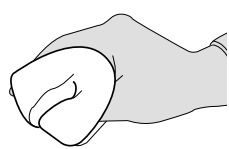

FIGURA 24: LIMPIEZA DEL FILTRO DE AIRE
3. Empape el elemento en aceite de motor limpio y exprima el exceso (figura 24). Si se deja demasiado aceite en el elemento, el motor emitirá humo durante el encendido inicial.